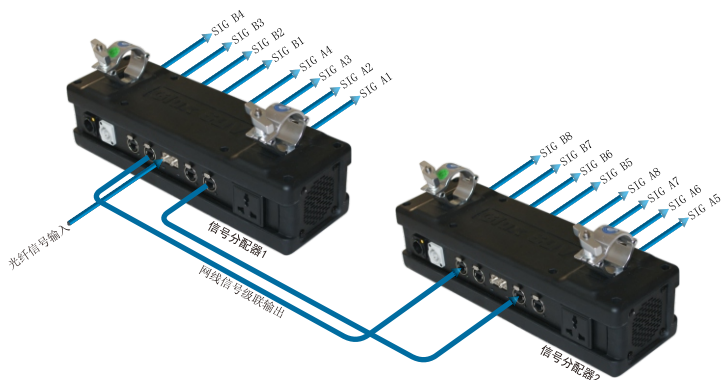

图2、光纤信号输入，网线级联，也可以网络信号输入，光纤线级联
- (2) 光纤信号输入，网线级联，也可以是网络信号输入，光纤线级联。（如下图2）